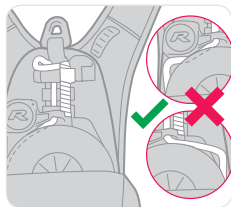

Figura 6
- Verificați linia de coborâre pentru depistarea oricărui spațiu între tambur și plasă (figura 6). Dacă linia este slăbită, dispozitivul Latchways PRD se va scoate din uz și se va cere sfatul Latchways sau al unui agent autorizat.